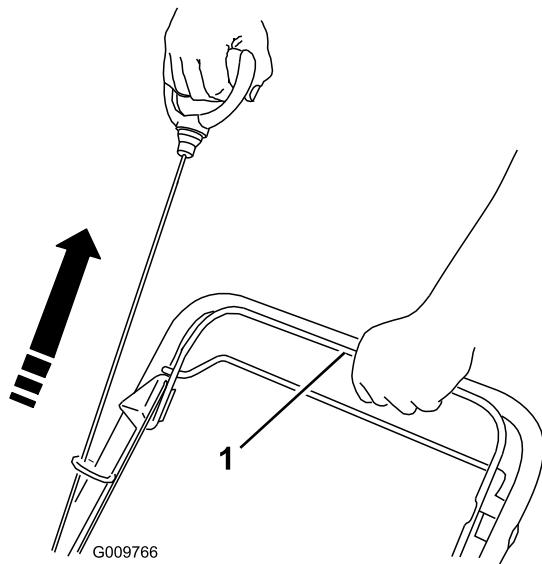
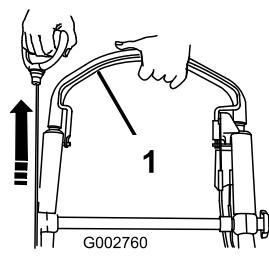

Bild 23
Bild 24
- Drücken Sie den Schaltbügel zum Bügel und ziehen Sie am Rücklaufstarter (Bild 23 oder Bild 24)